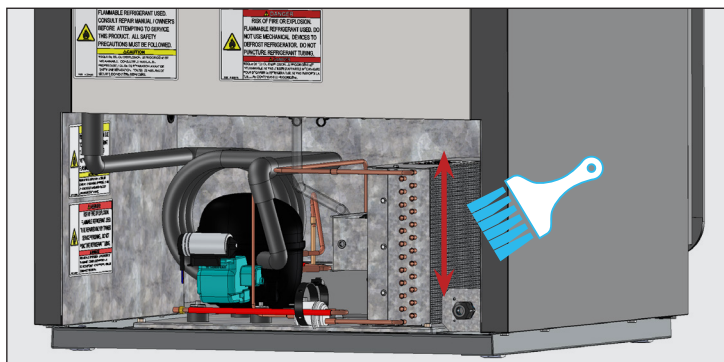

Fig. 3 Non spazzolare mai sulle alette della serpentina di traverso.
3. Con una spazzola a setole dure, pulire con cautela lo sporco accumulato dalle alette frontali della bobina del condensatore. Si veda la Fig. 3.